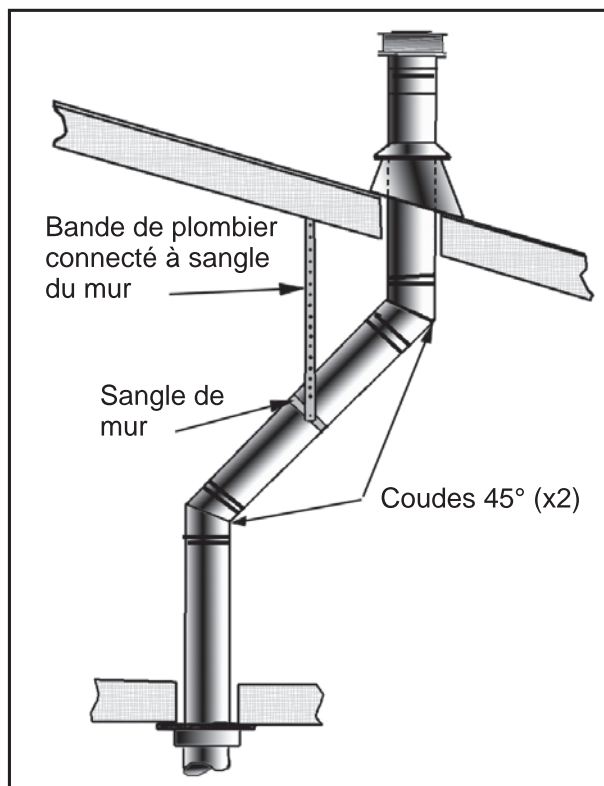
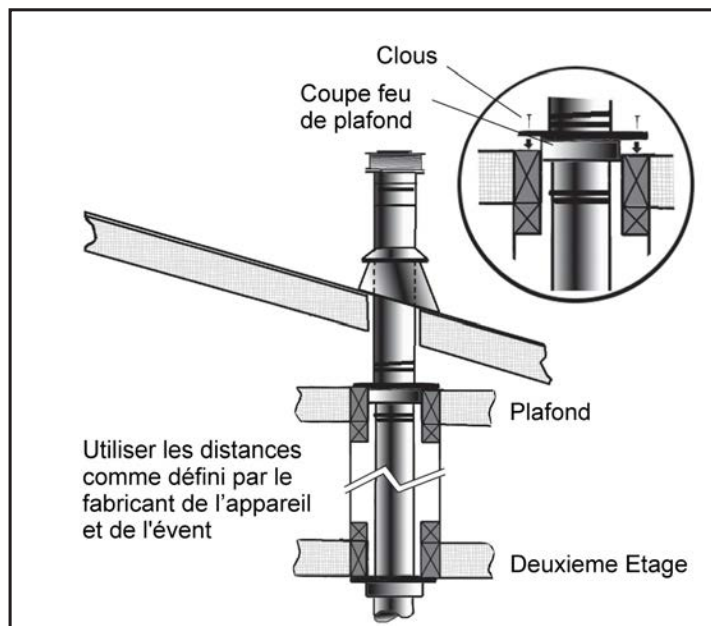

Figure 55: L'utilisation des sangles murales.
Figure 56: Installation des conduits à plusieurs étages
- (1) Si vous devez déplacer le système d'évacuation dans le grenier pour éviter les obstacles, il est important de supporter le conduit à chaque 3 pi (914 mm) pour éviter du stress sur les coudes, ou la possibilité de séparation des joints. Des sangles de mur sont disponibles à cette fin (voir la Figure 55).
- (2) Quand possible, utilisez des coudes de 45° au lieu de ceux de 90°. Les coudes de 45° causent moins de restriction au flux de gaz et d'air.
- (3) Pour des installations à plusieurs étages, il vous faut un coupe-feu au plafond du deuxième étage, et à toute étage subséquente (voir la Figure 56). L'ouverture doit être encadrée à des dimensions de 10 po (254 mm) x 10 po (254 mm), de la même manière que démontré dans la Figure 48.
- (4) Toutes les zones occupées par-dessus le rez-de-chaussée, incluant les placards et les armoires de stockage, où passe le conduit vertical, doivent être enfermés. Le boîtier peut être encadré avec des matériaux de construction standards, mais consultez les directives d'installation du fabricant de l'appareil pour les dégagements entre l'extérieur du conduit et les surfaces combustibles du boîtier. Ne pas remplir les espaces d'air avec de l'isolation thermique.